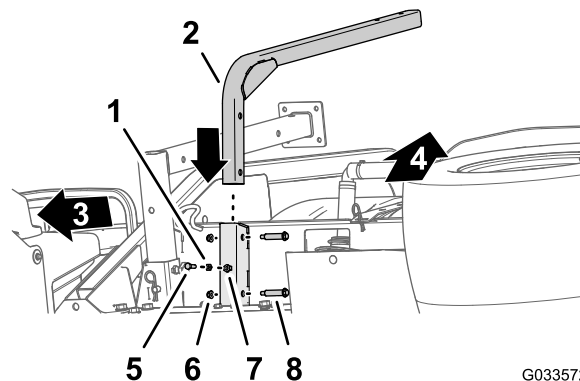

Figura 46
1. Alinee el tubo de sujeción del depósito de agua limpia con el perfil de apoyo del depósito (Figura 46).
2. Alinee los orificios del tubo de sujeción con los orificios de la ranura (Figura 46).
3. Sujete el tubo a la ranura (Figura 46) con los 2 pernos de cuello largo (1/2" x 1-15/16") y las 2 contratuercas (5/16").
5. Enrosque la contratuercas (5/16") en el perno (5/16" x 1") como se muestra en la Figura 46.
6. Enrosque el perno (5/16" x 1") y la contratuercas en la tuerca soldada de la parte inferior del perfil de apoyo del depósito, y apriete el perno y la contratuercas a mano (Figura 46).